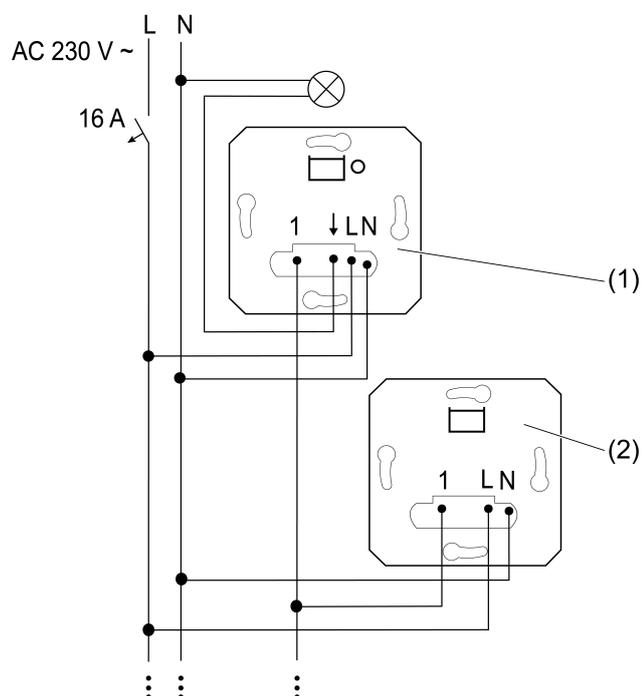
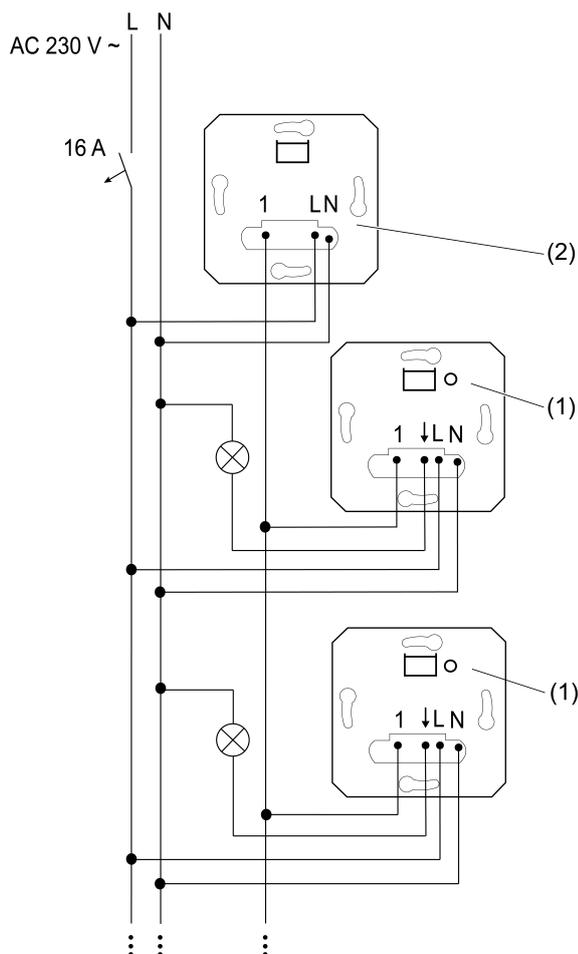
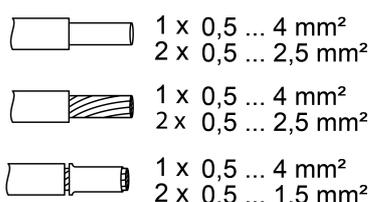

рисунок 1: Схема подключения 3-проводных подчиненных узлов к главному узлу
рисунок 2: Схема подключения нескольких главных узлов к одному 3-проводному подчиненному узлу для центрального управления
рисунок 3: Поперечные сечения проводов, на которые могут устанавливаться зажимы
- i К одному главному узлу (1) можно подключить максимум десять 3-проводных подчиненных узлов (2) (рисунок 1).
i Через один 3-проводный подчиненный узел (2) можно управлять максимум пятью одинаковыми или различными главными узлами (1) (рисунок 2).
- Подключение подчиненного узла (2) согласно схеме подключения (рисунок 1) и (рисунок 2). При этом следует учитывать поперечные сечения проводов, на которые могут устанавливаться зажимы (рисунок 3).